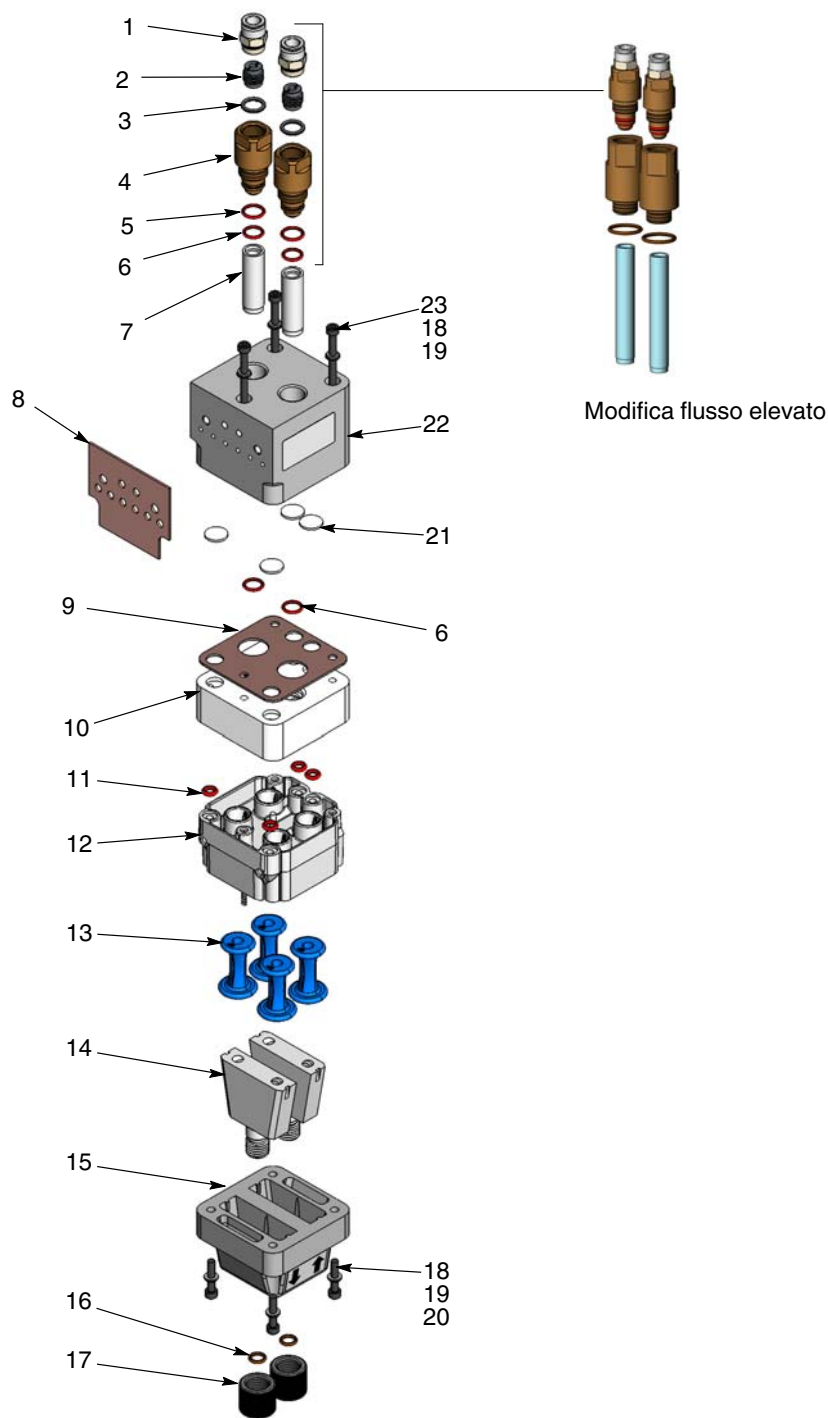

Figura 10 Smontaggio della pompa
4. Vedi figura 10. Smontare la pompa come illustrato, cominciando dai tubi di fluidizzazione. Le guarnizioni incollate non devono essere rimosse, a meno che non siano danneggiate.